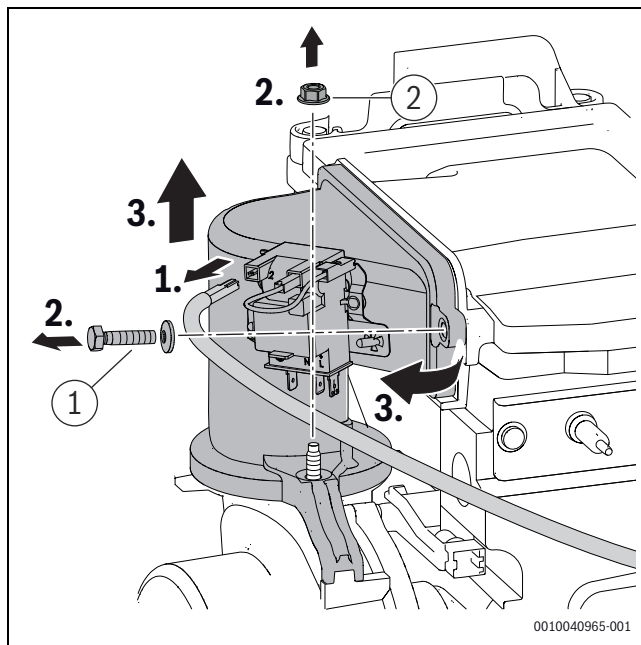

Bild 264 Mischeinrichtung ausbauen
- Schraube und Mutter ([1] und [2], Bild 264) an der Mischeinrichtung mit 5,5+0,5 Nm festziehen.